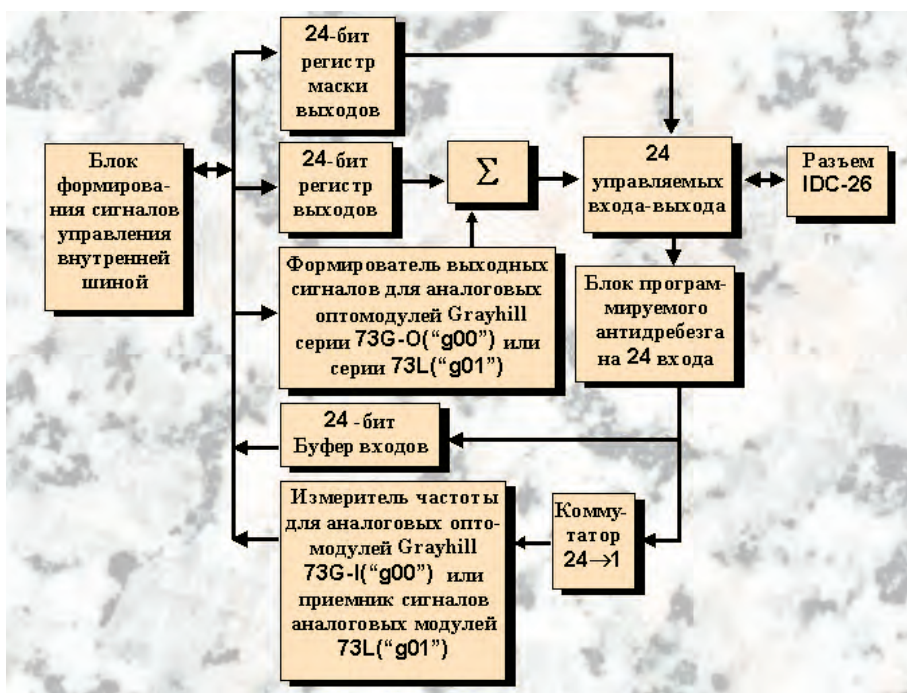

Рис. 3. Блок-схема 24 каналов ввода/ вывода для вариантов «g00» и «g01»
- «g00», «g01» (рис. 3) — 96-канальный интерфейс для оптомоделей Opto-22, Grayhill серии 70G/73G/70L/73L, а также плат с гальванической развязкой TBI-xx/xx;